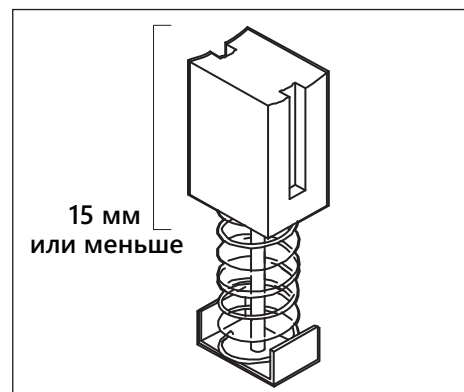

Рисунок 19.
- измерьте длину щеток; замените щётки, если длина любой из угольных щеток изношена до 15 мм или меньше. Установите старые угольные щетки (в их первоначальной ориентации), если ваши щетки не изношены до 15 мм (рис. 19). Обе угольные щетки следует заменять одновременно;